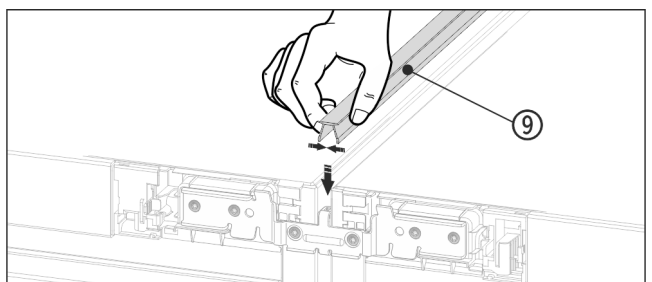

Fig. 19
- ▶ Na horní straně zatlačte krátkou krycí lištu Fig. 19 (9) do horizontální spáry.